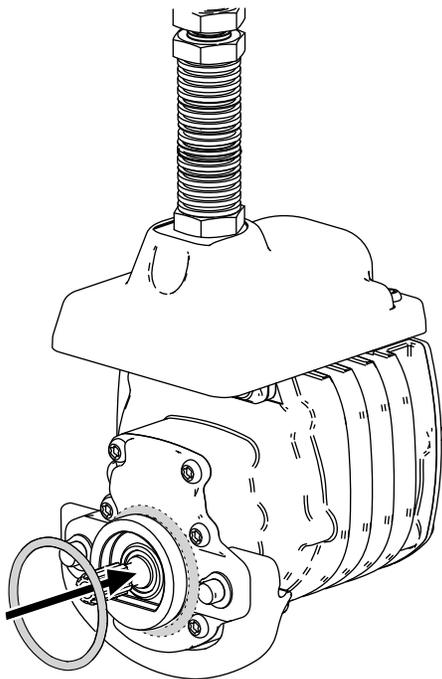

図 8
3. 各リールモータに、**図 8**のようにOリングを取り付ける。